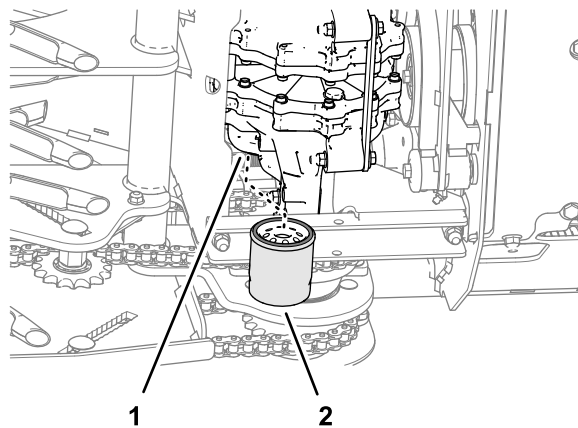

Figura 56
4. Localice los dos filtros debajo de las transmisiones (Figura 56).
6. Retire los filtros y deje que se drene el fluido del sistema de transmisión (Figura 56).
2. Gire el filtro en sentido horario hasta que la junta de goma entre en contacto con el adaptador del filtro, luego apriete el filtro entre 2/3 y 3/4 de vuelta más (Figura 56).